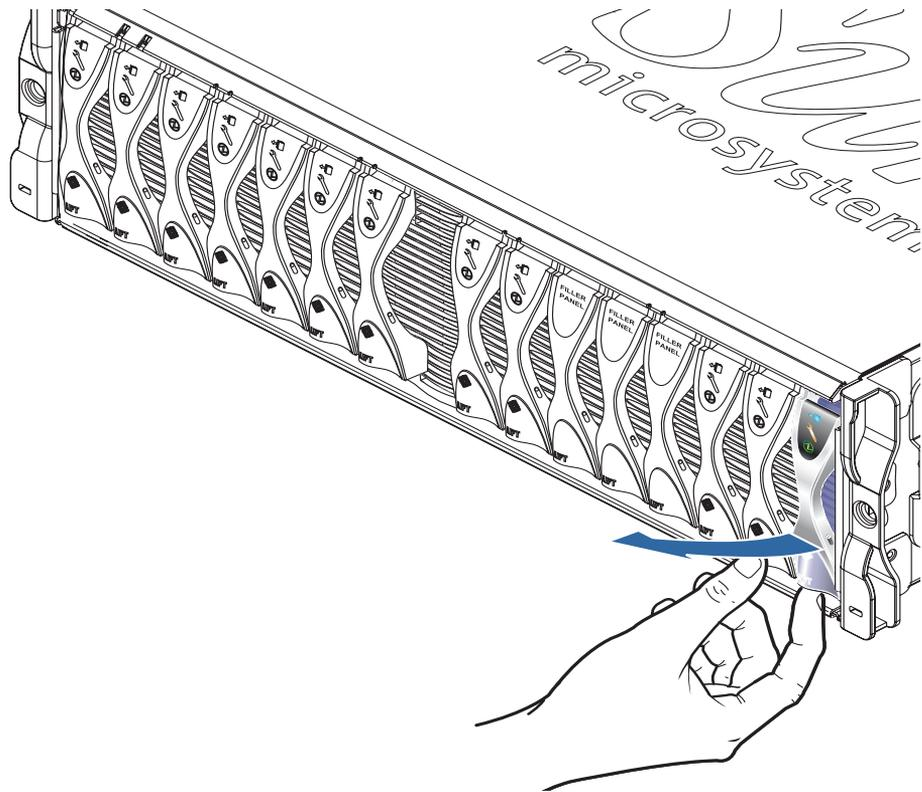

FIGURE 3-2 Déblocage du mécanisme de verrouillage de la blade
2. Insérez un doigt dans l'encoche située dans le bas de la partie avant du levier de la blade et tirez doucement pour débloquer le mécanisme de verrouillage (FIGURE 3-2).